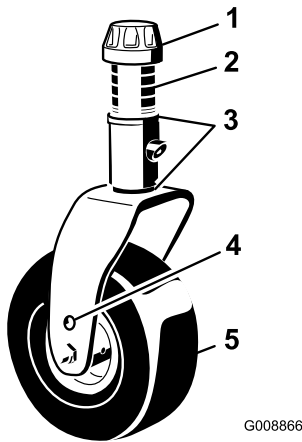

Bild 77
1. Entfernen Sie die Spannkappe von der Spindelwelle und ziehen die Spindel aus dem Lauf radarm heraus (Bild 77). Stecken Sie die Beilagscheiben nach Bedarf um, um das Lauf rad anzuheben oder abzusenken, bis das Mähwerk die korrekte Neigung erhalten hat.